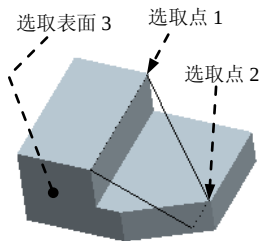

图 8.1.10 投影参照为平面
(1) 选取图 8.1.10 所示的点 1。
(2) 选取图 8.1.10 所示的点 2。
(3) 在“投影方向”文本框中的“单击此处添加项目”字符上单击，然后选取图 8.1.10 中的模型表面 3。